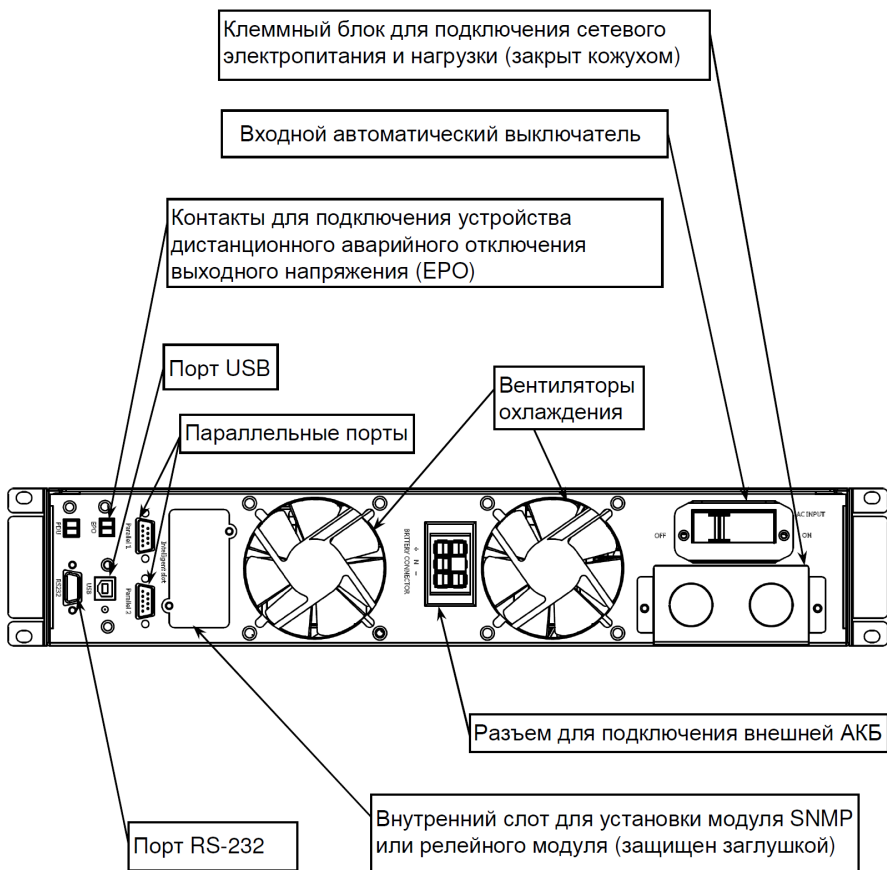
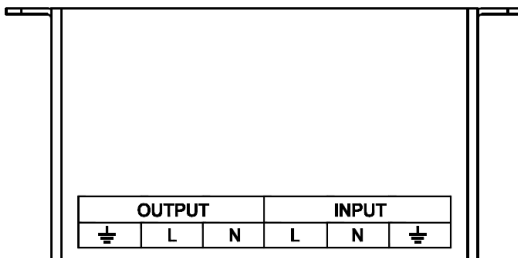

Рисунок 5 — Общий вид задней панели ИБП.
Рисунок 6 – Маркировка защитного кожуха
После монтажа ИБП в шкаф изделия необходимо выполнить подключение кабелей пользователя к изделию (см. рисунок 5). Подключение проводов к клеммному блоку ИБП следует выполнять в соответствии с маркировкой, нанесенной на стенку кожуха (см. рисунок 6) в следующей последовательности:
- подключение кабелей к клеммному блоку следует выполнять в соответствии с маркировкой, нанесенной на стенку кожуха клеммного блока ИБП (см. рисунок 6);
- Включите входной автоматический выключатель, расположенный на задней стенке корпуса ИБП (см. рисунок 5):
задней стенке корпуса ИБП (см. рисунок 5). Изделие отключит выходное напряжение и, через несколько секунд, индикатор «СКАТ» погаснет.